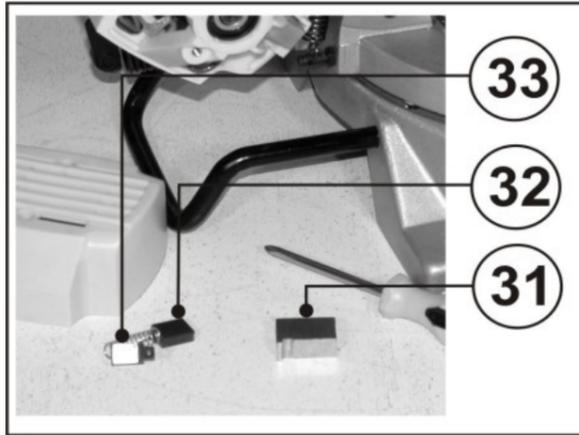

Рис.30
Щетки находятся в двух щеткодержателях (31). Извлеките два плоских контакта (30), а затем щеткодержатели (31), Рис.30.
Щетки необходимо менять парами. Замену щеток (32), Рис.30, для безопасной и надежной работы пилы необходимо проводить специалисту. Помните, что ремонт пилы должен проводиться в условиях сервисных центров с использованием только оригинальных запасных частей и расходных материалов.